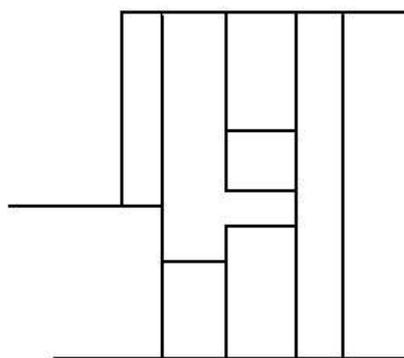

Рис. 88
3. Выполнить чертёж линий связей схемы (рис. 88).